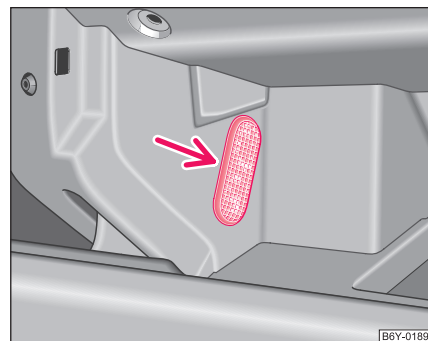

Fig. 161 Demontarea lămpii din torpedoul de pe partea pasagerului din dreapta
- Introduceți un cuțit sau o șurubelniță, în lateral, între lampă și perețele torpedoului ⇒ Fig. 161. Scoateți cu atenție lampa.